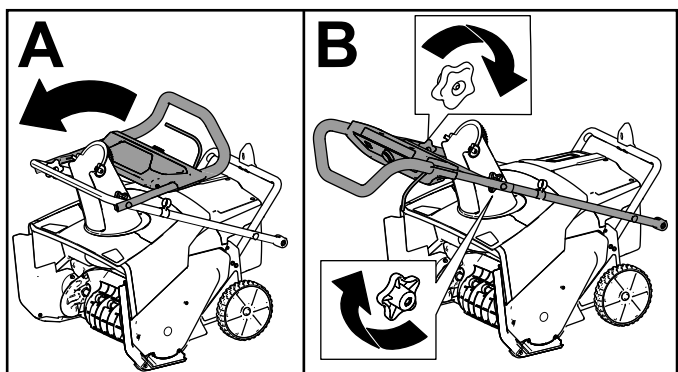

Figura 3
2. Desdobre a pega superior e deixe os manípulos da pega superior encaixarem no sítio (A de Figura 3).
3. Aperte os manípulos da pega (B de Figura 3).